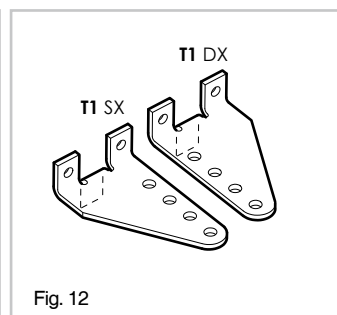

Fig. 12
- Fare attenzione all'utilizzo della staffa **T1** (Fig. 12), la quale dispone di due versioni, **staffa T1 destra** e **staffa T1 sinistra**, da utilizzare con il proprio attuatore: destro o sinistro.